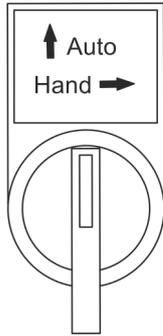

Abb. 61: Umschalter Auto/Hand
19. ▶ Umschalter für die Betriebsart (Abb. 61) in die Stellung *[Auto]* bringen.